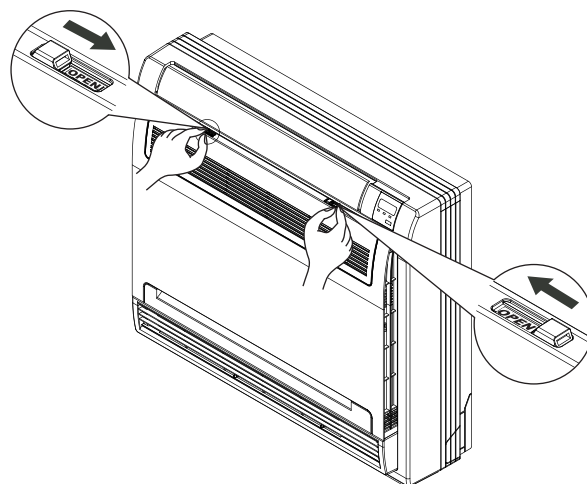

Fig.1
- 1 Aprire il pannello frontale dell'Unità Interna, facendo scorrere i pulsanti a slitta dall'esterno verso l'interno (vedi Fig. 1).